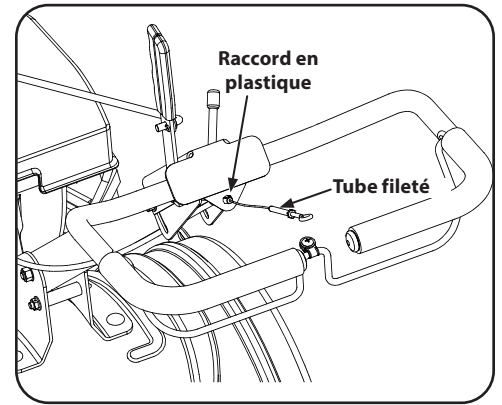

Figure 2-7
- Insérez le câble dans le trou au centre du guidon, puis faites enclencher le raccord en plastique dans le support. Voir Figure 2-7.